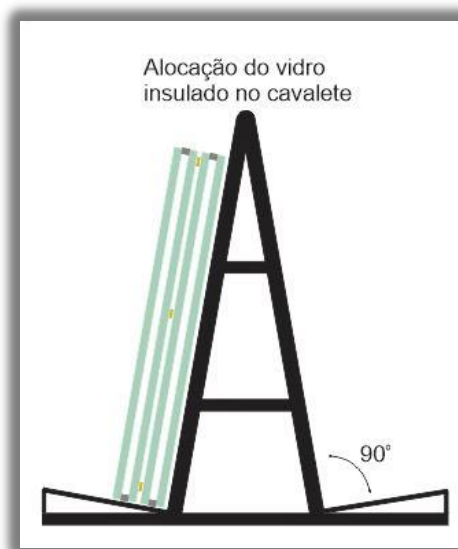

Figura 2 - Alocação no cavalete
- Os vidros devem ser transportados e armazenados em cavaletes, cujo ângulo entre o encosto e a base seja igual a 90° (noventa graus), conforme figura 2.